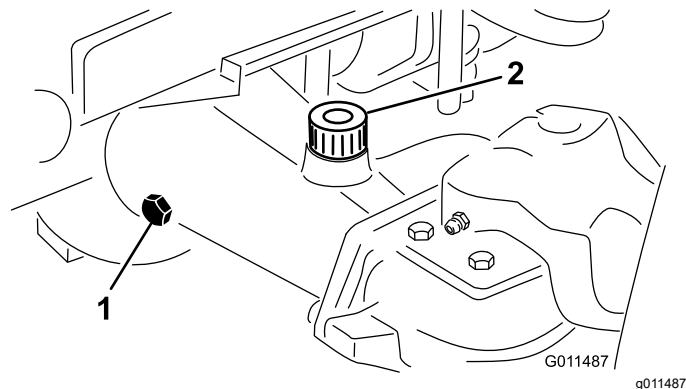

Figure 68
- Enlevez un bouchon de contrôle à une extrémité du pont arrière et vérifiez que le lubrifiant atteint la base de l'orifice (Figure 68).